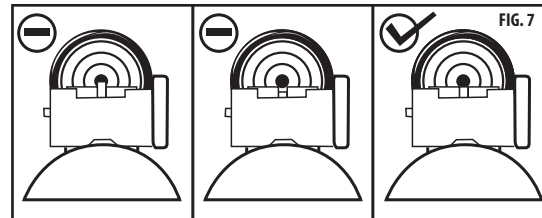

FIG. 7
- Højdejustering foretages ved hjælp af den bageste sigte-lofteende skive, der sidder bagest på sigtebasen. Drej knappen mod uret for at få haglene til ramme højere på målet, og drej med uret for at få haglene til at ramme lavere på målet. (Fig. 7)
- Afdrift indstilles ved at dreje afdriftsskive, der sidder på sigtets højre side. Drej knappen mod uret for at få haglene til at ramme til venstre på målet, og drej med uret for at få haglene til at ramme til højre på målet. (Fig. 7)